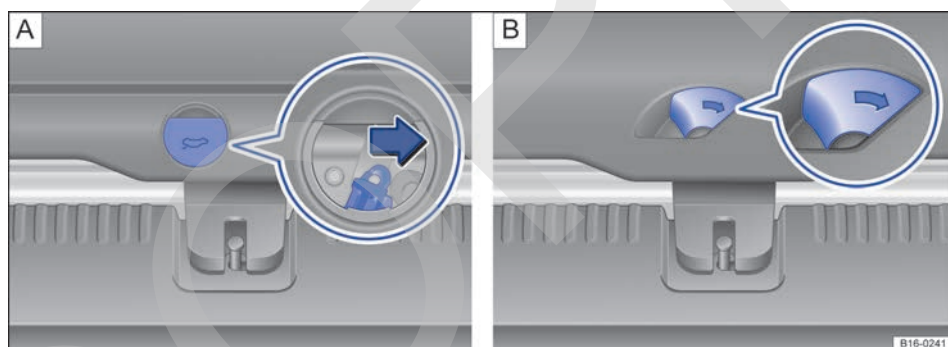

Fig. 70 En el maletero: desbloqueo del portón del maletero. **A** Variante 1 y **B** variante 2.
- Retire la tapa redonda del guarnecido del portón del maletero → fig. 70 A.
- Presione la palanca de desbloqueo en el sentido de la flecha → fig. 70 [B]. El portón del maletero se abre automáticamente. Es posible que a temperaturas inferiores a los 0 °C (+32 °F) haya que abrir el portón con la mano. <